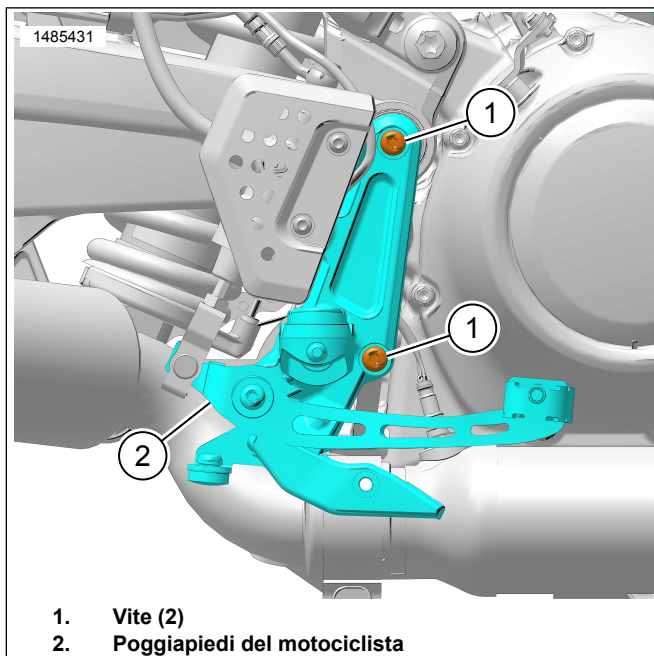

Figura 2. Poggiapiedi del pilota
2. Figura 2 Estrarre le viti (1).
- a. Fissare a parte il gruppo del poggiatesta del pilota (2).
1. Figura 2 Installare il poggiapiedi del pilota (2).
2. Pulire le filettature delle viti (1) e i fori nel telaio.
3. Applicare frenafili alle viti (1).